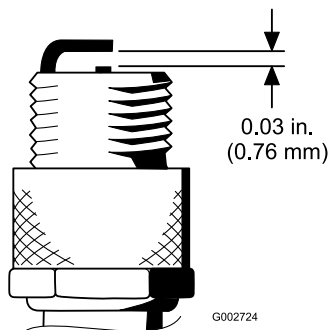

Bild 30
4. Stellen Sie den Elektrodenabstand zwischen der mittleren und der Seitenelektrode auf 0,76 mm ein (Bild 30). Setzen Sie eine Zündkerze mit korrektem Elektrodenabstand und der Dichtung ein und ziehen Sie sie mit 23 N·m an. Wenn Sie keinen Drehmomentschlüssel benutzen, ziehen Sie die Kerze fest an.